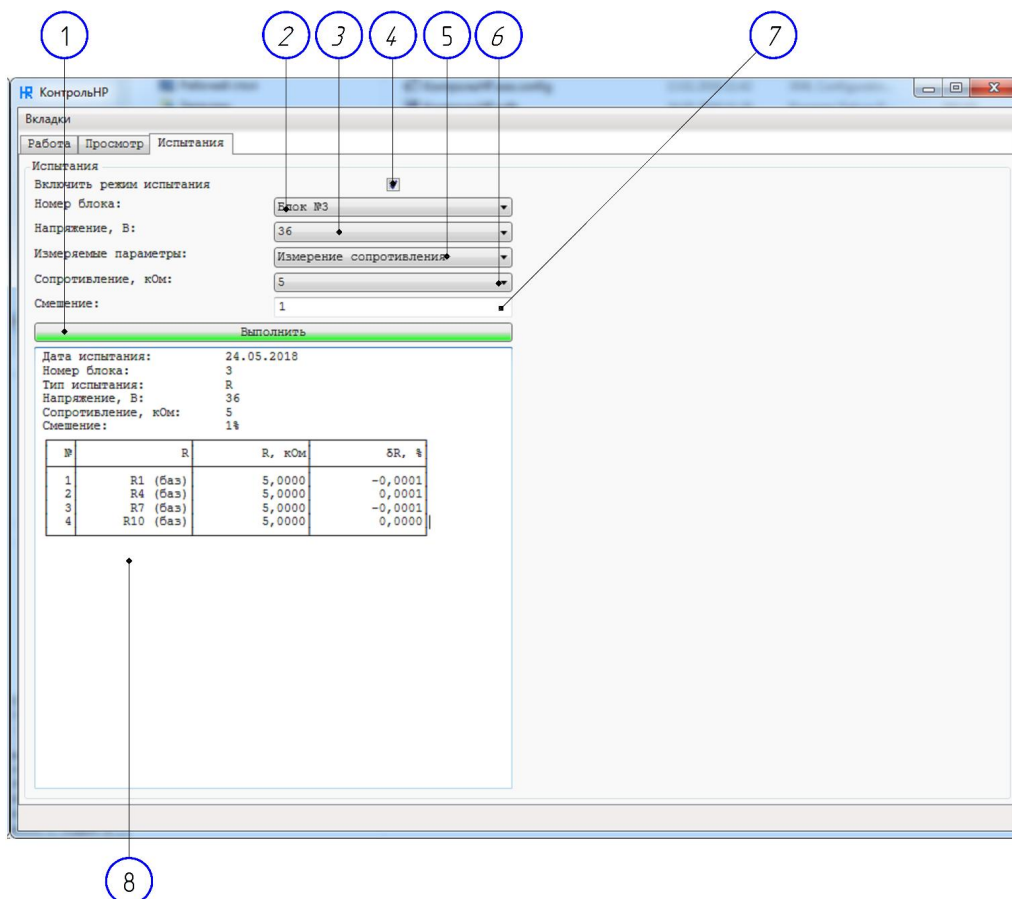

Рисунок 11.
4.5.2.3 Установить флажок (Рисунок 11, выноска 4).
4.5.2.4 Выбрать номер испытываемого блока (Рисунок 11, выноска 2)– «Блок №1».
4.5.2.5 Выбрать опорное напряжение, В (Рисунок 11, выноска 3) – «9».
4.5.2.6 Выбрать измеряемые параметры (Рисунок 11, выноска 5)– «Измерение погрешности Кд».
4.5.2.7 Задать смещение (отклонение от номинального значения проверяемого коэффициента деления) (Рисунок 11, выноска 7)– «0».
4.5.2.8 Запустить измерения нажав на кнопку «Выполнить» (Рисунок 11, выноска 1). Измерения производятся при каждом из коэффициентов деления. Сообщения когда и какой коэффициент деления устанавливать на Р3028 компьютер выводит на монитор. После установки требуемого коэффициента на клавиатуре нажимать клавишу «Enter» или на форме нажимать кнопку «ОК». Номинальные значения коэффициентов, которые необходимо будет установить приведены в таблице 6.
4.5.2.9 После выполнения измерений по п.п 4.5.2.8 в области, обозначенной выноской 8 (Рисунок 11), отобразятся результаты измерения погрешностей всех коэффициентов деления. Кроме того, эти же данные будут записаны на диск компьютера для последующей обработки.
4.5.2.12 Выбрать номер испытываемого блока (Рисунок 11, выноска 2) – «Блок №1».
4.5.2.13 Выбрать опорное напряжение, В (Рисунок 11, выноска 3) – «9».
4.5.2.14 Выбрать измеряемые параметры (Рисунок 11, выноска 5) – «Измерение сопротивления».
4.5.2.15 Задать значение сопротивление, кОм (Рисунок 11, выноска 6) – «10».
4.5.2.16 Задать смещение (отклонение от номинального значения проверяемого коэффициента деления) (Рисунок 11, выноска 7) – «0».
4.5.2.18 Запустить измерения нажав на кнопку «Выполнить». После выполнения всех измерений в области, обозначенной выноской 8 (Рисунок 11), отобразятся результаты измерения сопротивлений. Кроме того, эти же данные будут записаны на диск компьютера для последующей обработки.
4.5.3.3 Выбрать номер испытываемого блока (Рисунок 11, выноска 2) – «Блок № 2».
4.5.3.4 Выбрать опорное напряжение, В (Рисунок 11, выноска 3) – «30».
4.5.3.5 Выбрать измеряемые параметры (Рисунок 11, выноска 5) – «Измерение погрешности Кд».
4.5.3.8 После выполнения измерений по п.п 4.5.3.7 в области, аналогичной обозначенной выноской 8 (Рисунок 11), отобразятся результаты измерения погрешностей всех коэффициентов деления. Кроме того, эти же данные будут записаны на диск компьютера для последующей обработки.
4.5.3.10 Выбрать номер испытываемого блока (Рисунок 11, выноска 2)– «Блок №2».
4.5.3.11 Выбрать опорное напряжение, В (Рисунок 11, выноска 3) – «30».
4.5.3.12 Выбрать измеряемые параметры (Рисунок 11, выноска 5) – «Измерение сопротивления».
4.5.3.13 Задать значение сопротивление, кОм (Рисунок 11, выноска 6) – «530».
4.5.3.14 Задать смещение (отклонение от номинального значения проверяемого коэффициента деления) (Рисунок 11, выноска 7) – «0».
4.5.3.16 Запустить измерения нажав на кнопку «Выполнить». После выполнения всех измерений в области, аналогичной обозначенной выноской 8 (Рисунок 11), отобразятся результаты измерения сопротивлений. Кроме того, эти же данные будут записаны на диск компьютера для последующей обработки.
4.5.4.3 Выбрать номер испытываемого блока (Рисунок 11, выноска 2) – «Блок № 3».
4.5.4.4 Выбрать опорное напряжение, В (Рисунок 11, выноска 3) – «36».
4.5.4.5 Выбрать измеряемые параметры (Рисунок 11, выноска 5) – «Измерение погрешности Кд».
4.5.4.6 Задать смещение (отклонение от номинального значения проверяемого коэффициента деления) (Рисунок 11, выноска 7)– «0».
4.5.4.8 После выполнения измерений по п.п 4.5.4.7 в области, аналогичной обозначенной выноской 8 (Рисунок 11), отобразятся результаты измерения погрешностей всех коэффициентов деления. Кроме того, эти же данные будут записаны на диск компьютера для последующей обработки.
4.5.4.10 Выбрать номер испытываемого блока (Рисунок 11, выноска 2) – «Блок № 3».
4.5.4.16 Запустить измерения нажав на кнопку «Выполнить». После выполнения всех измерений в области, аналогичной обозначенной выноской 8 (Рисунок 11), отобразятся результаты измерения сопротивлений. Кроме того, эти же данные будут записаны на диск компьютера для последующей обработки.